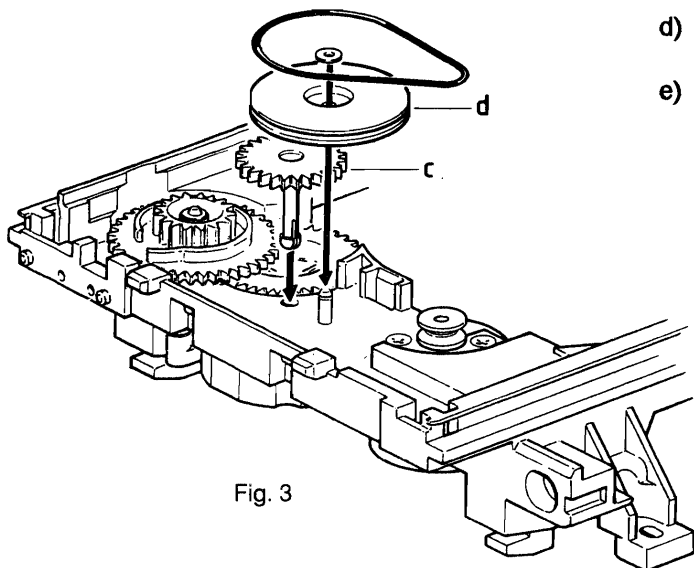

Fig. 3
- c) Monte a engrenagem 2 (c) e a polia 1 (d) em qualquer posição. Vide Fig. 3